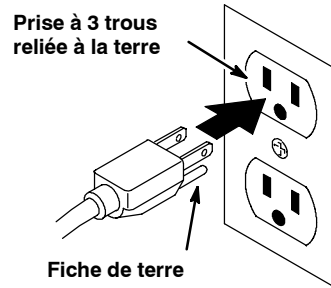

FIG. 29
3. Branchez le cordon d'alimentation CA du chargeur sur une prise mise à la terre correctement (Figure 29).